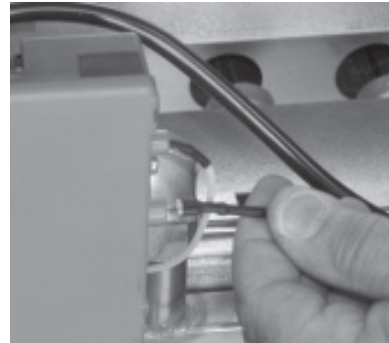

Abb. 23
- Schließen Sie bei laufendem Gasbrenner das Absperrventil vor dem Dachklimagerät (Abb. 23).